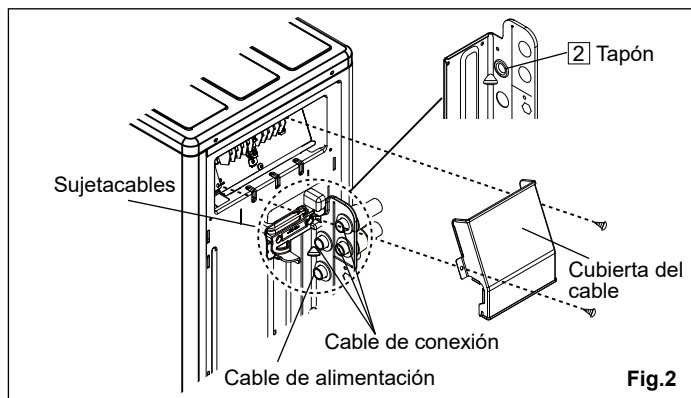

Fig.2
Cuando conecte tres unidades interiores, retire la tapa. (Fig. 2)
- (7) Fije la tapa de los cables con tornillos. (Fig. 2)
- (8) Compruebe de nuevo que el cable de conexión está colocado de forma segura.